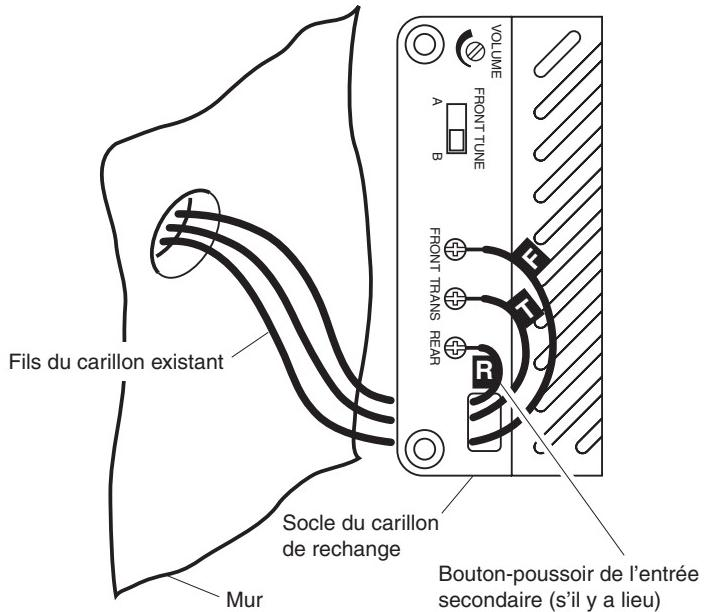

**Figure 1 - Carillon électrique (avec socle TR-0070-BX)**
7. Déterminez le type de montage du couvercle. Avec un couvercle suspendu, les tiges du couvercle devraient être visibles (voir les Figures 1 et 3).